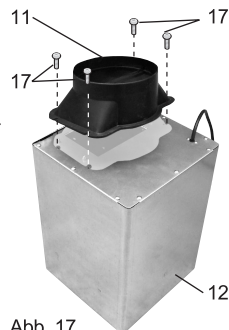

Abb. 17
Setzen Sie den Abluftstutzen (11) auf die vorgesehene Öffnung auf der Oberseite des Motorblocks (12) und befestigen Sie den Stutzen mit 4 Schrauben 3,5x10 mm (17) (Abb. 17).